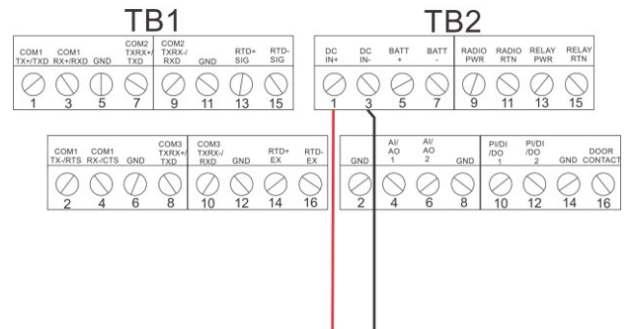

Figura 8. Fiação à fonte de alimentação CC
- Insira cada extremidade do fio exposto no conector apropriado e prenda o fio (consulte Figura 8).